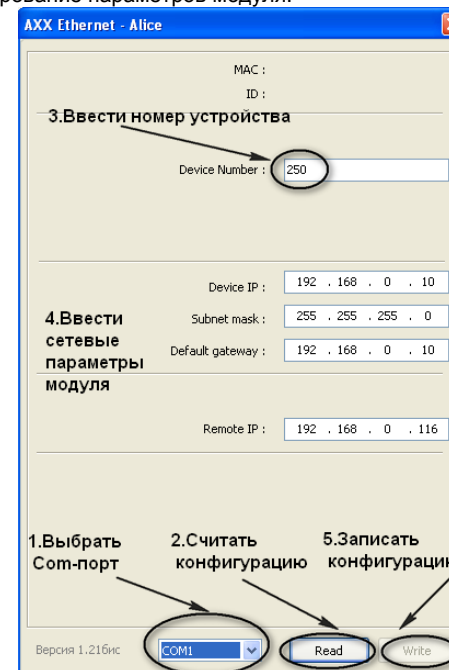

Рис. 11. Внешний вид ПО «AXX Ethernet- Alice»
- запустить ПО «AXX Ethernet - Alice» (см. Рисунок 11);